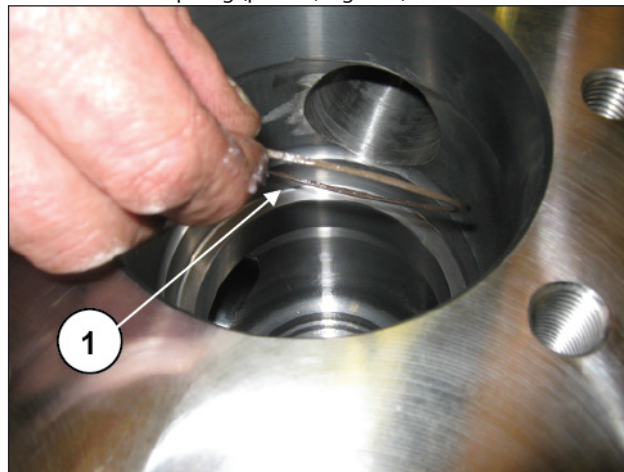

Fig. 179
Insert the back-up ring (pos. ①, Fig. 179).